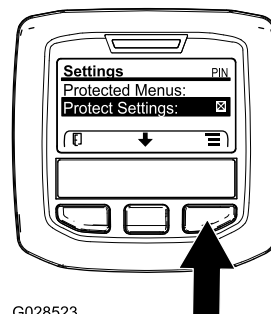

Рисунок 36
1. Перейдите в защищенное меню и разблокируйте подменю защищенных настроек (Рисунок 36); см. раздел Доступ к защищенным меню \(страница 23\).